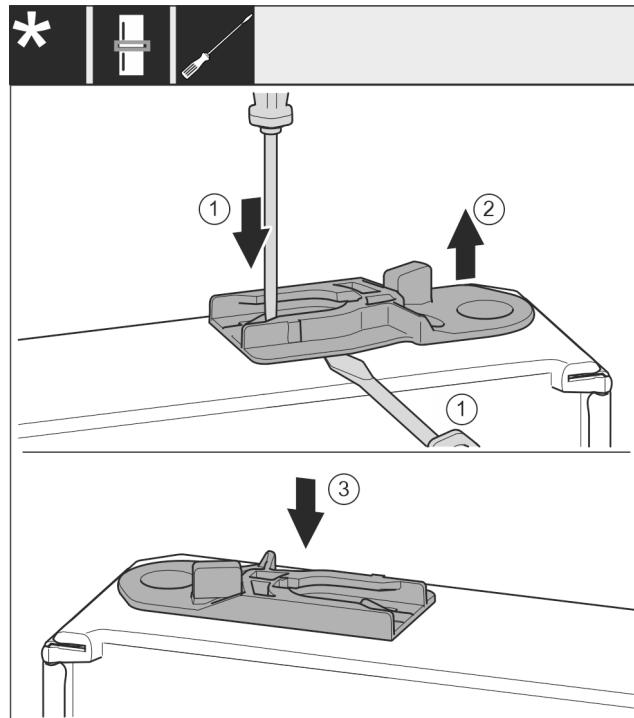

Fig. 33
- ▶ Снимите крышку. Fig. 33 (1)